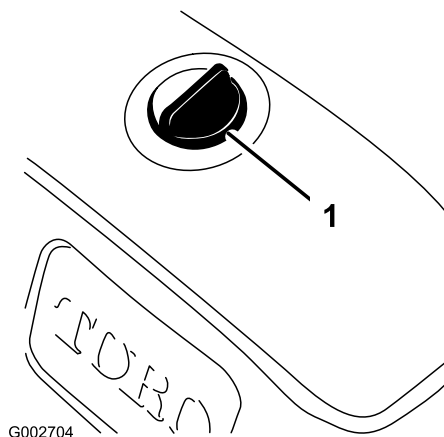

図 17
2. 異物をタンクに入れないよう、油圧オイルタンクのキャップ取り付け部周辺をウェスできれいに拭く 図 17。